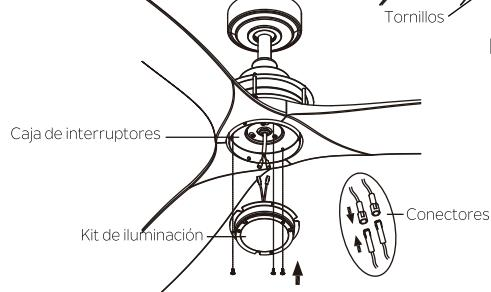

Fig. 26
Paso 6. Sujete el kit de iluminación cerca de la caja de interruptores y conecte los cables BLANCOS del kit de iluminación y el ventilador haciendo presión entre los conectores. Siga el mismo procedimiento con los cables NEGROS. (Fig. 26)